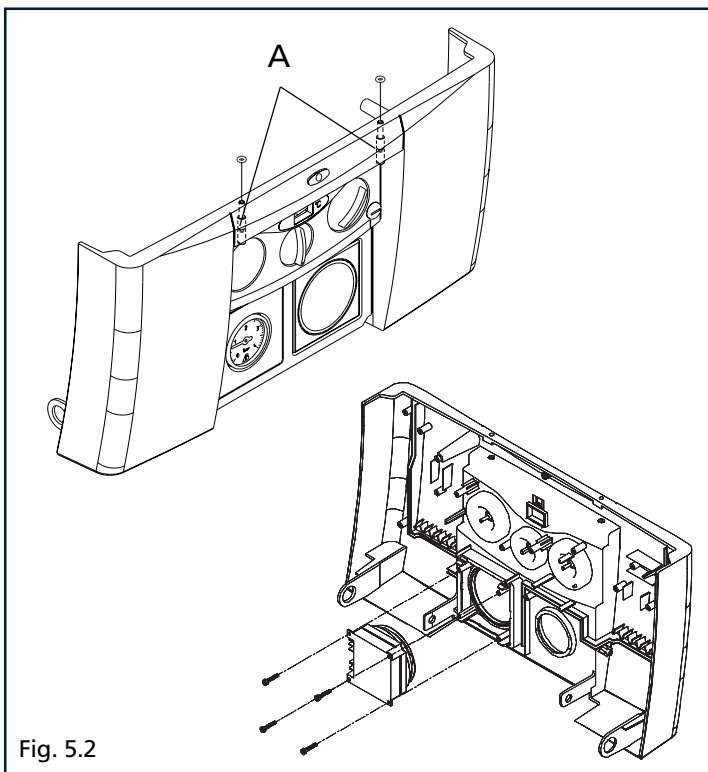

Fig. 5.2
- svitare con un cacciavite a taglio le due viti A di fissaggio del cruscotto (fig. 5.2)
- fissare l'orologio nell'apposita sede utilizzando le viti in dotazione (fig. 5.2)